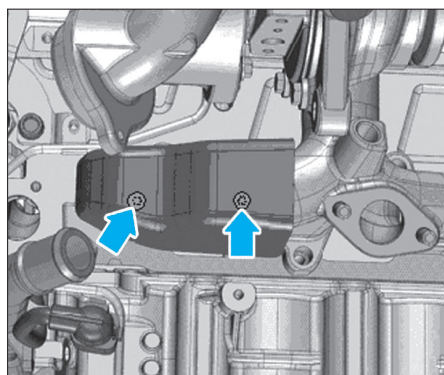

FIG. 102
- Extraire l'amortisseur de pulsation (12).
- les vis de tôle calorifuge (Fig.102),